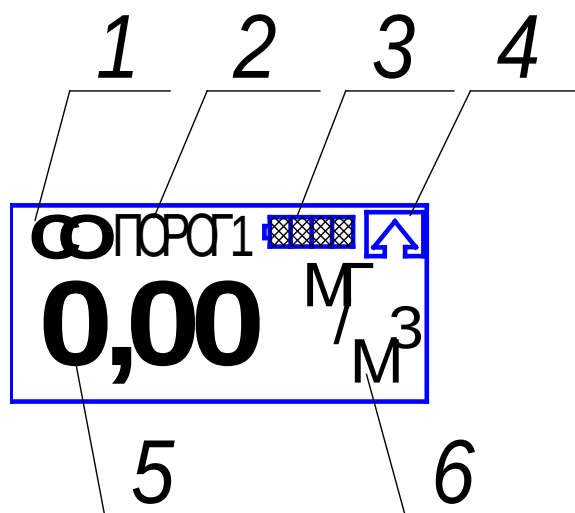

Рисунок 2.1 - Информация, отображаемая на индикаторе газоанализаторов в режиме измерения
2.3.4.1 В режиме измерения на индикаторе газоанализаторов отображается следующая информация (см. рисунок 2.1):
- химическая формула определяемого компонента (1);
- индикатор уровня заряда аккумуляторной батареи (3);
- значение содержания определяемого компонента (5);
- единица физической величины определяемого компонента (6);
- индикация срабатывания ПРЕДУПРЕДИТЕЛЬНОЙ или АВАРИЙНОЙ сигнализации (2);
2.3.8 При содержании определяемого компонента, превышающем верхний предел диапазона показаний, на индикатор выводится значок «» (см. рисунок 2.1 поз. 4).